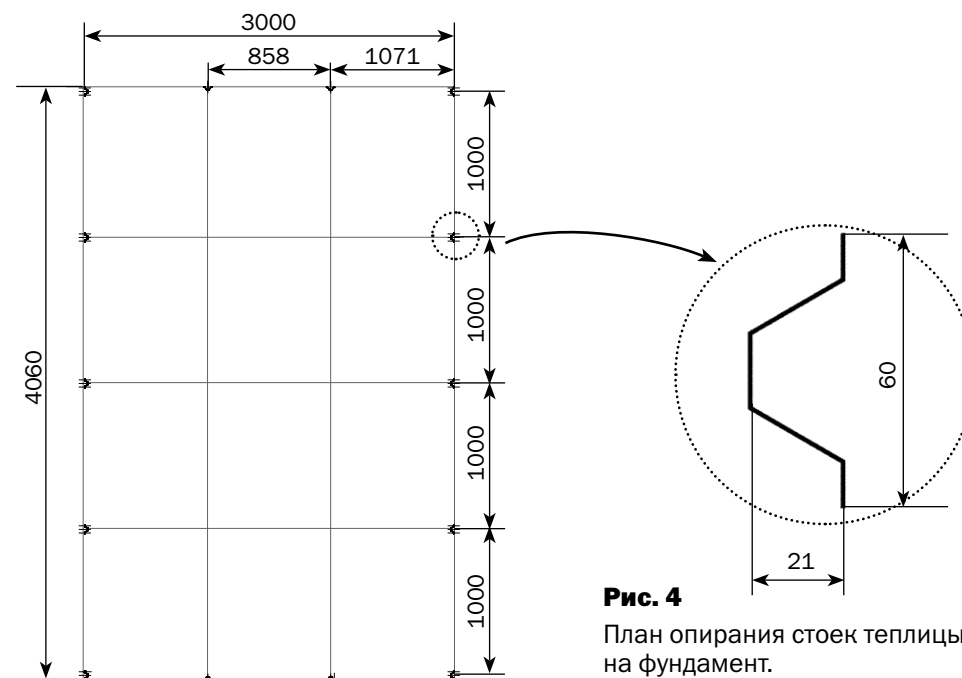

Рис. 4
3. На выбранном месте установки теплицы необходимо выкопать ямки по схеме **рис. 4** на глубину штыка лопаты. Установите каркас в ямки. Проверьте шнуром равенство диагоналей каркаса. Общая осадка теплицы в грунт делается такой, чтобы нижние детали **6** дверного проёма касались грунта. Снова проверьте шнуром равенство диагоналей и скорректируйте положение углов каркаса.